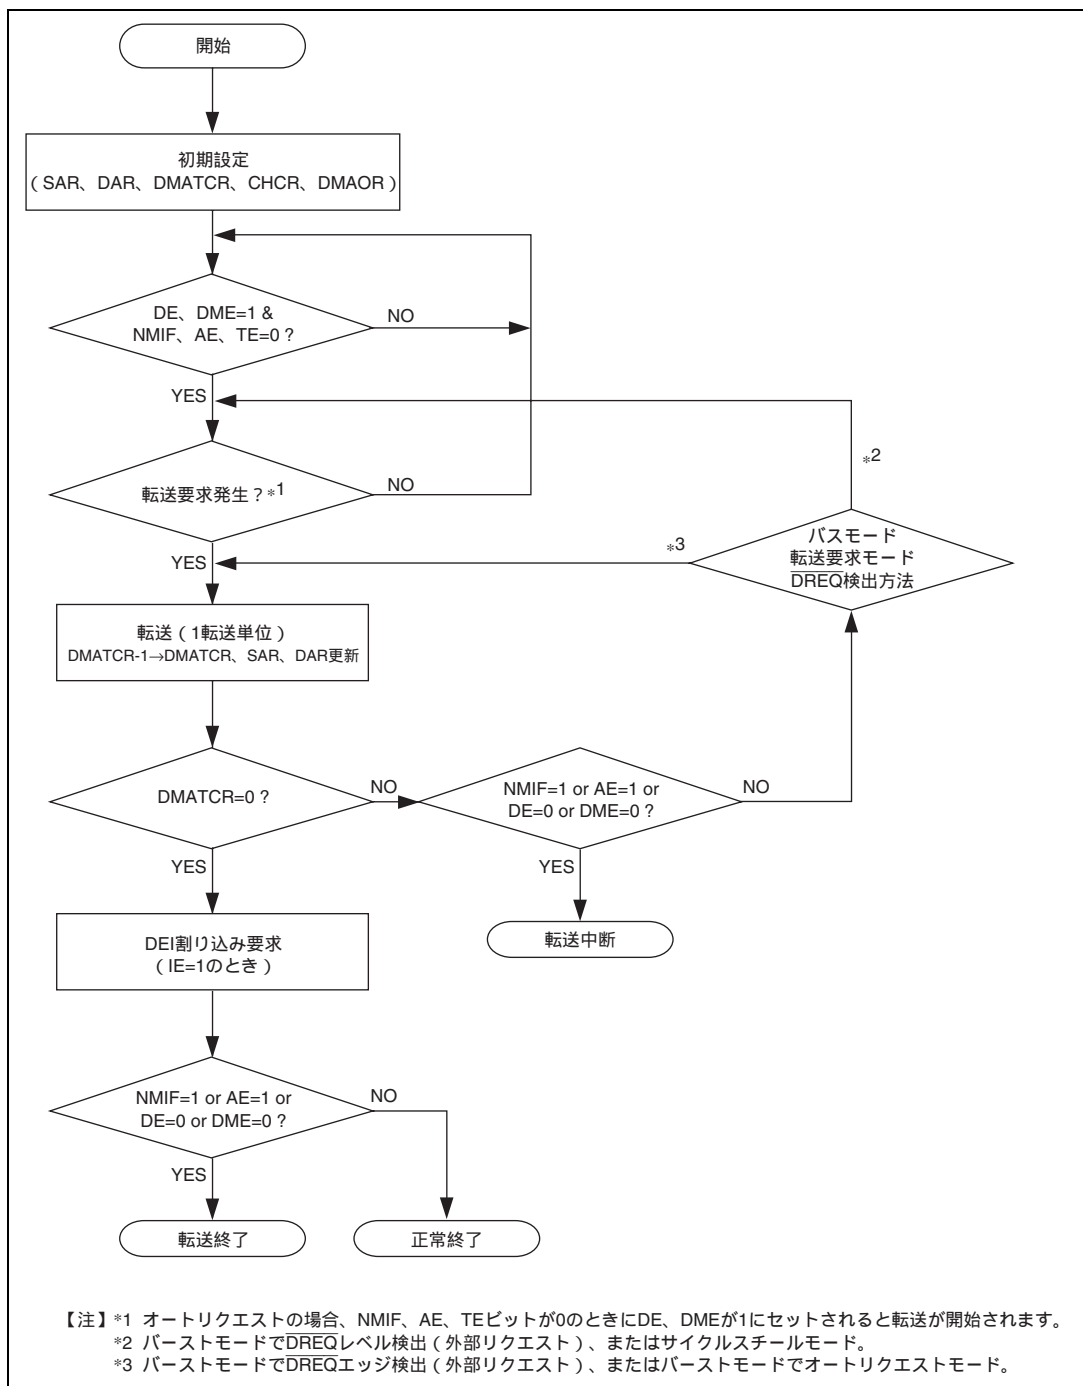

図 9.2 DMAC 転送フローチャート
- (1) 転送許可状態かどうか (DE=1、DME=1、TE=0、NMIF=0、AE=0) をチェックします。
- (2) 転送許可状態で転送要求が発生すると 1 転送単位のデータ (TS0、TS1 の設定により決定) を転送します。オートリクエストモードの場合は DE および DME が 1 にセットされると自動的に転送を開始します。一回の転送を行うごとに DMATCR の値を 1 デクリメントします。具体的な転送フローは、アドレスモード、バスモードにより異なります。
- (3) 指定された回数の転送を終える (DMATCR の値が 0 になる) と、転送を正常に終了します。このとき CHCR の IE ビットに 1 がセットしてあれば、CPU に DEI 割り込みを発生します。
- (4) DMAC によるアドレスエラーか NMI 割り込みが発生した場合には、転送を中断します。また CHCR の DE ビットか DMAOR の DME ビットが 0 にされても転送を中断します。図 9.2 に上記のフローチャートを示します。